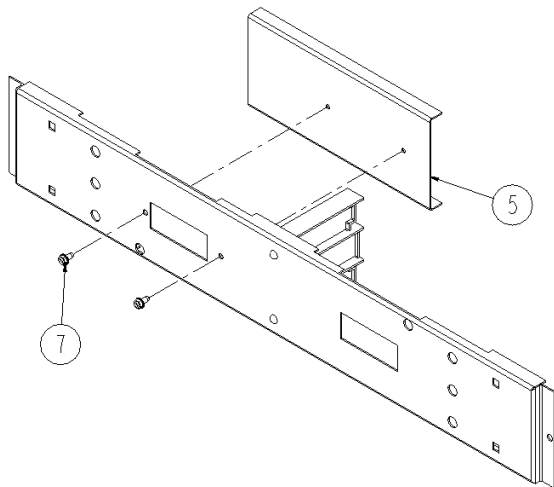

Figure 3. Assemblage de l'obturateur.
3. Installer l'obturateur. Monter la plaque d'espacement [5] au côté sans disjoncteur TED6 avec TEDL, comme montré à la Figure 3. Les unités à double embranchement ne nécessitent pas d'obturateur d'espacement. Aligner les trous sur la plaque d'espacement avec les trous sur l'obturateur [1, 2] et fixer avec des vis autotaraudeuses [7].